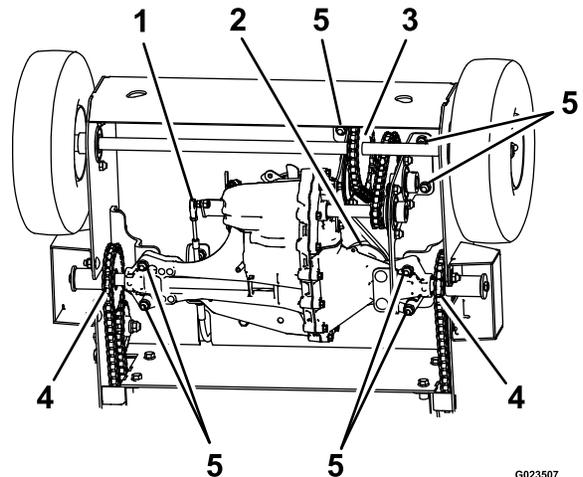

Figura 39
5. Retire la transmisión de la máquina (Figura 39).